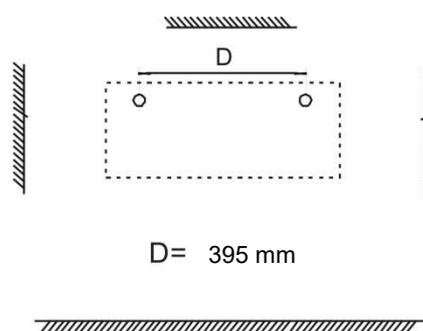

Figure 2
2. Percer deux trous dans le mur au diamètre de la cheville Fischer Ø 8 mm. (figure 2) – D= 395 mm